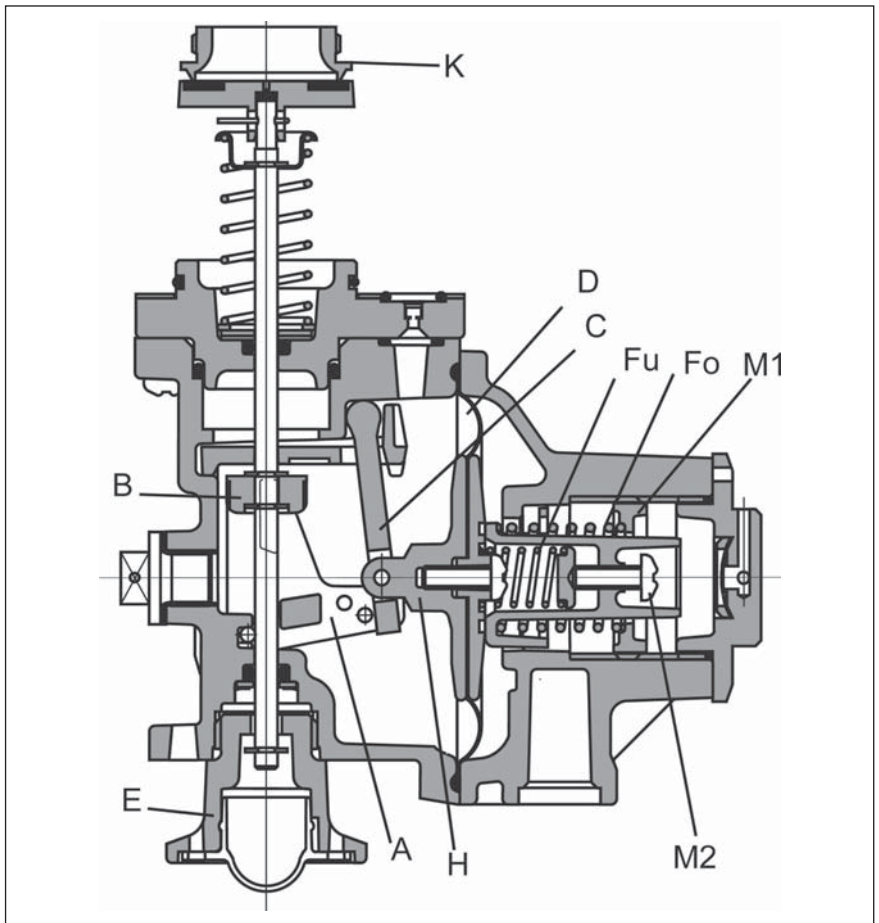

Bild 2-12, SAV - oberer Abschaltpunkt
Steigt der Ausgangsdruck  $p_d$  im Regelgerät und somit der Druck unterhalb der SAV-Membrane (D), so bewegt sich bei Überschreiten des durch die große Einstellfeder ( $F_o$ ) eingestellten oberen Abschaltpunktes der Membranhalter (H) und der Schalthebel (C) nach rechts, siehe Bild 2-12. Der Sperrhebel (A) rastet mit seinen Stegen in die Kulissen der Sperrbüchse (B) ein. Die vorgespannte Sperrfeder an der Ventilspindel wird freigegeben. Der Ventilteller verschließt den Eingang (K) des Gas-Druckregelgerätes.